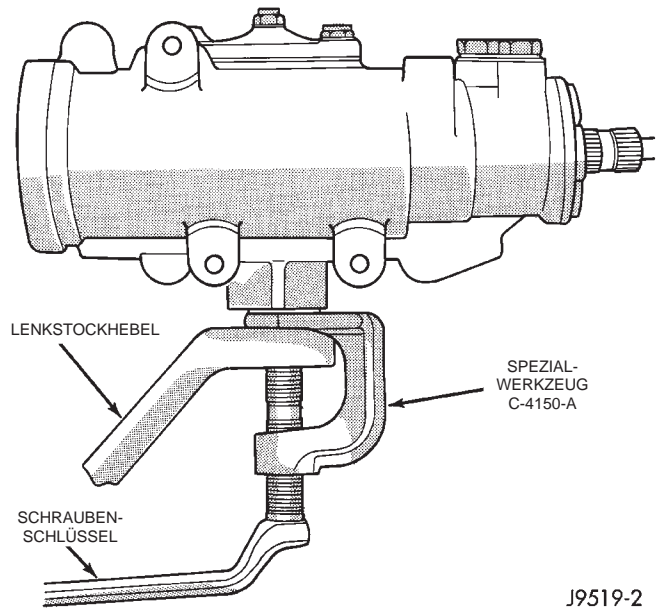

Abb. 3 Lenkstockhebel ausbauen
(1) Splint und Kronenmutter vom Kugelkopf der Lenkzwischenstange am Lenkstockhebel lösen.
(2) Den Kugelkopf der Lenkzwischenstange mit einem Abzieher aus dem Lenkstockhebel herausziehen.
(3) Mutter und Unterlegscheibe von der Lenkstockwelle lösen. Lenkstockwelle und Lenkstockhebel für den Einbau mit Paßmarkierungen versehen. Den Lenkstockhebel mit Abzieher C-4150A von der Lenkstockwelle abziehen (Abb. 3).